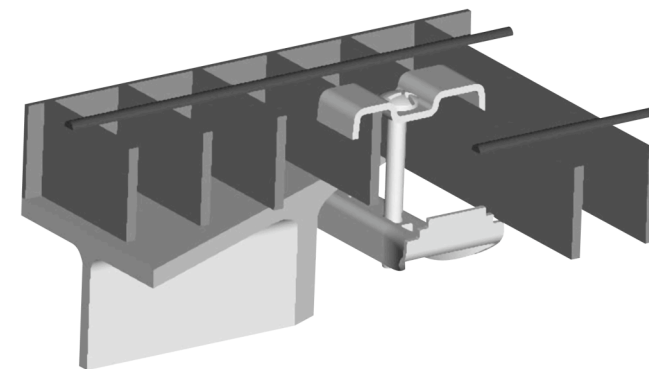

Fig.2
3. Visser les Gratings Clips solidement en position sur les profils en acier (Voir Fig. 2).
4. Visser les Gratings Clips solidement en position sur les profils en acier (Voir Fig. 2).